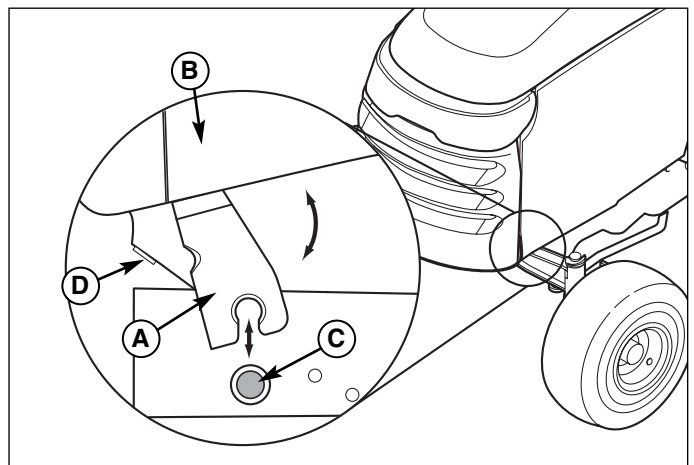

Figure 13. Dépose et pose du capot
3. Ramener légèrement le capot (B, Figure 13) et le soulever hors des broches de pivotement (C). Poser le capot sur surface propre et plane.
1. Engager les pattes de pivotement (A, Figure 13) sur les broches (C).
2. Basculer le capot vers l'avant jusqu'aux butées (D).
3. Poser une douille avec ampoule (A) en l'enfonçant dans l'optique (B) et en tournant la douille vers la droite. Refaire la même chose de l'autre côté.